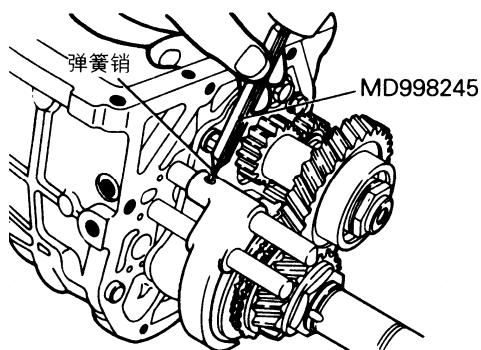

图 3-74 安装超速/倒档换档叉弹簧销
(19) 安装超速/倒档换档叉弹簧销时, 如图 3-74 所示, 用专用工具敲入超速/倒档换档叉的弹簧销。